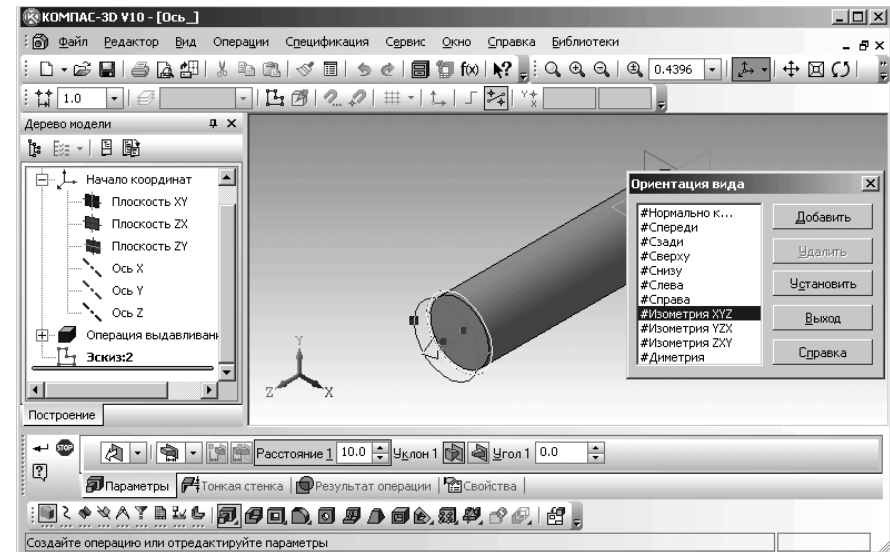

Рис. 1.68. Главное окно системы в режиме приклеивания элемента выдавливания
- щелкните в диалоговом окне **Ориентация вида** по пункту **Изометрия XYZ**, а затем по кнопке **Установить**. Изменится ориентация строящейся модели (рис. 1.68);